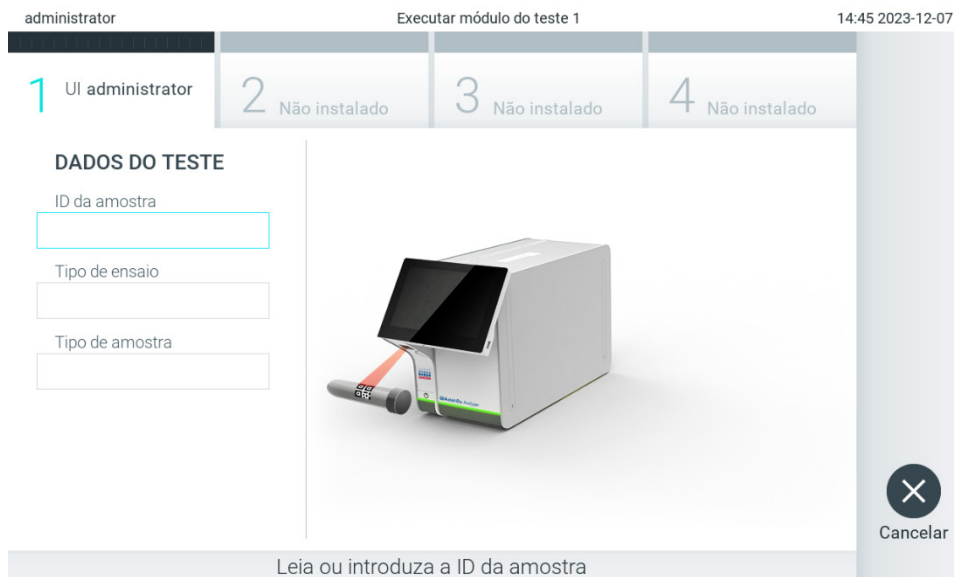

Figura 85. Digitalização do código de barras da ID da amostra.
2. Quando solicitado, digitalize o código de barras da ID da amostra, utilizando o leitor de códigos de barras integrado no módulo operacional (Figura 85).